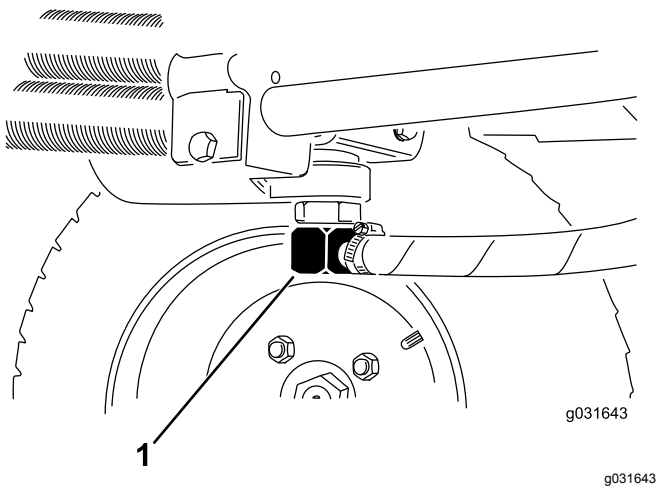
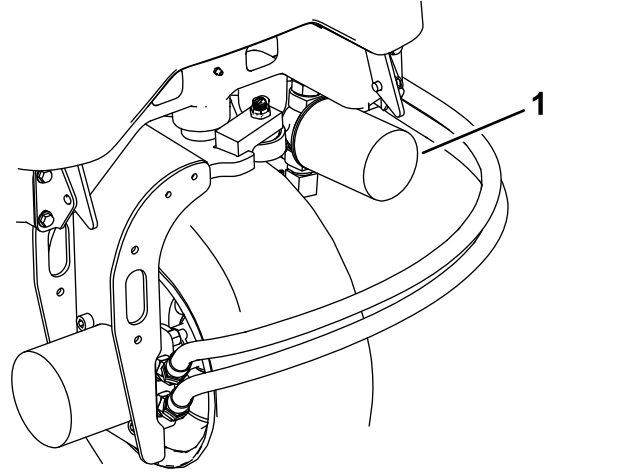

图 64
图 66
2. 断开液压管线与油箱的连接或卸掉液压油滤芯让液压油流入放油盘 图 66 和 图 64。
3. 液压油停止排出时安装液压管线图 64。
3. 清洁滤芯安装区周围的区域在滤芯下面放置一个放油盘然后拆下滤芯图 66。